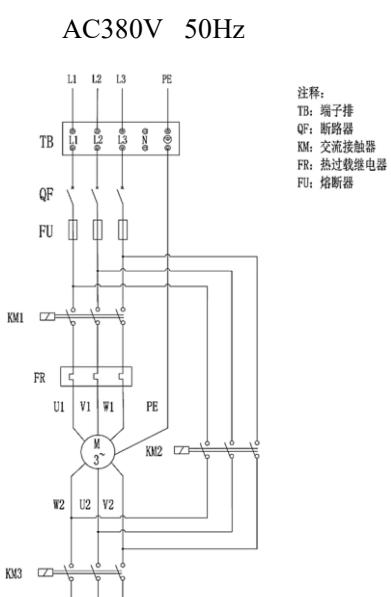

图2.14 星三角降压启动原理图
②降压启动：电源电压必须是正常运行时即△接法时电机的额定电压。对于11kW及以上的电机，建议采用星三角降压启动的方式，推荐参考电机接线图如下图2.14：